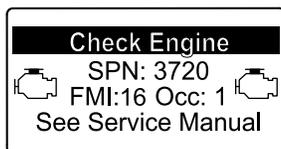

Figura 46
- Avvertenza motore SPN 3720, FMI 16 (Figura 46)